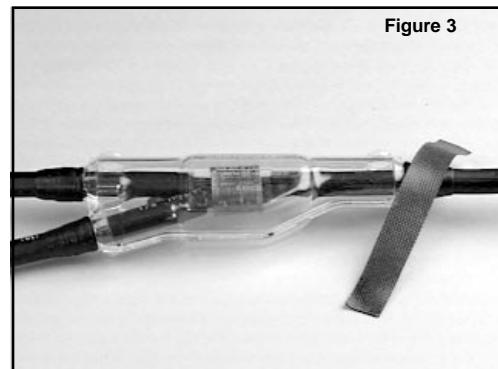

Figure 3
- 5.1 Couper les extrémités du moule à l'aide d'un couteau de manière que le câble soit légèrement lâche. Maintenir les moitiés du moule en place en les centrant sur l'épissure et enclencher fermement les moitiés du moule. Vérifier que les deux joints sont fermement fixés. Fixer les extrémités du moule à l'aide de ruban autour du câble. Utiliser le ruban isolant Scotch™ n° 23 compris dans cette trousse. (Voir la figure 3.)